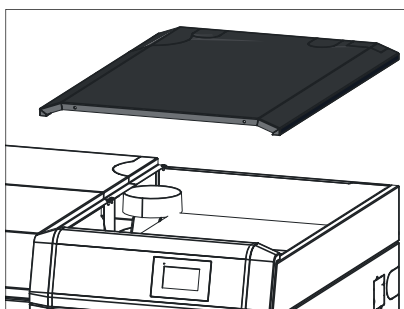

Fig. 136 Verkleidungsdeckel abnehmen
- ▶ Verkleidungsdeckel abnehmen – Fig. 136.